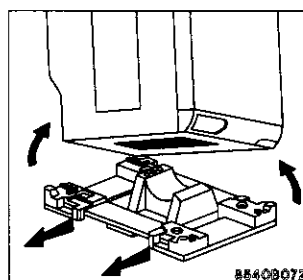

Fig. 1
- Otez l'emballage de l'appareil. Inclinez l'appareil vers l'arrière, faites lui faire un quart de tour sur un des coins arrière pour enlever le socle de transport. Ce dernier se dégage naturellement de l'appareil (fig. 1).